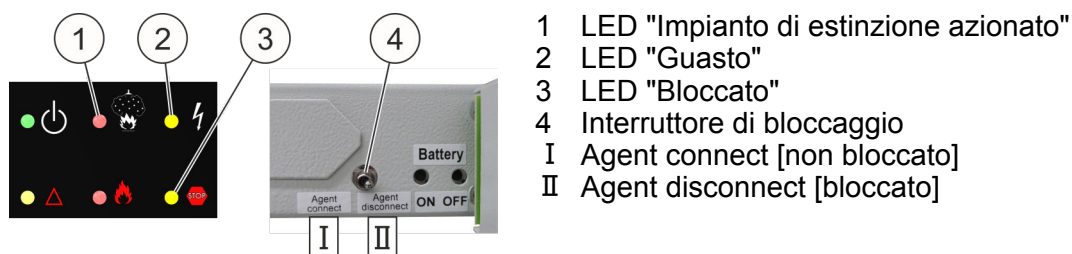

Fig. 38: Bloccaggio
- Prima di un test funzionale bloccare il sistema. A questo scopo commutare l'interruttore di bloccaggio (Fig. 38/4) su "Agent disconnect [bloccato]" (Fig. 38/ II).
- Il LED giallo in alto (Fig. 38/2) s'illumina.
Se un'anta dotata di contattore anta è aperta, s'illumina anche il LED giallo (Fig. 38/3) in basso.
- Prima della rimozione del bloccaggio, assicurarsi che il LED rosso (Fig. 38/1) in alto **non** s'illumini perché altrimenti viene immediatamente avviata la procedura di estinzione.